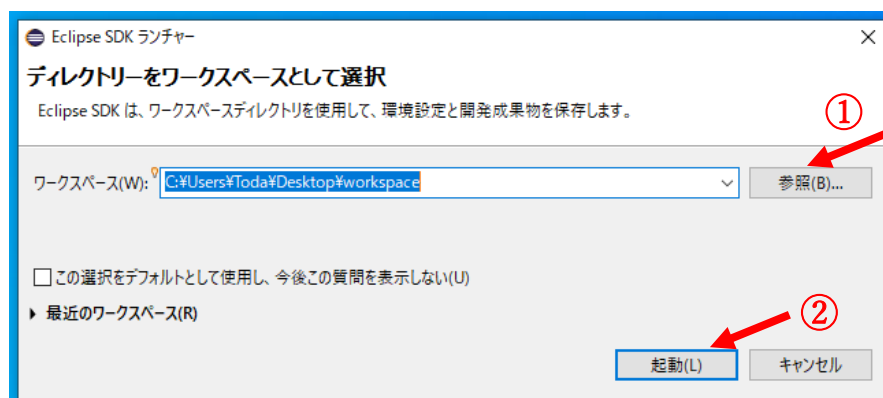

図 23 [Eclipse SDK ランチャー]ウィンドウの[ワークスペース]を選択する画面
- ② 図 23 のように[Eclipse SDK ランチャー]が起動するため、[ワークスペース]の項目の[参照]をクリックし、自身の workspace を選択し、[起動]をクリックする。